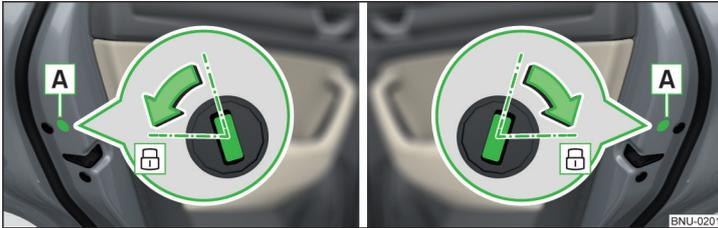

Abb. 349 Tür links / Tür rechts
- › Bei Fahrzeugen mit der Blende **A** diese Blende entfernen » Abb. 349.